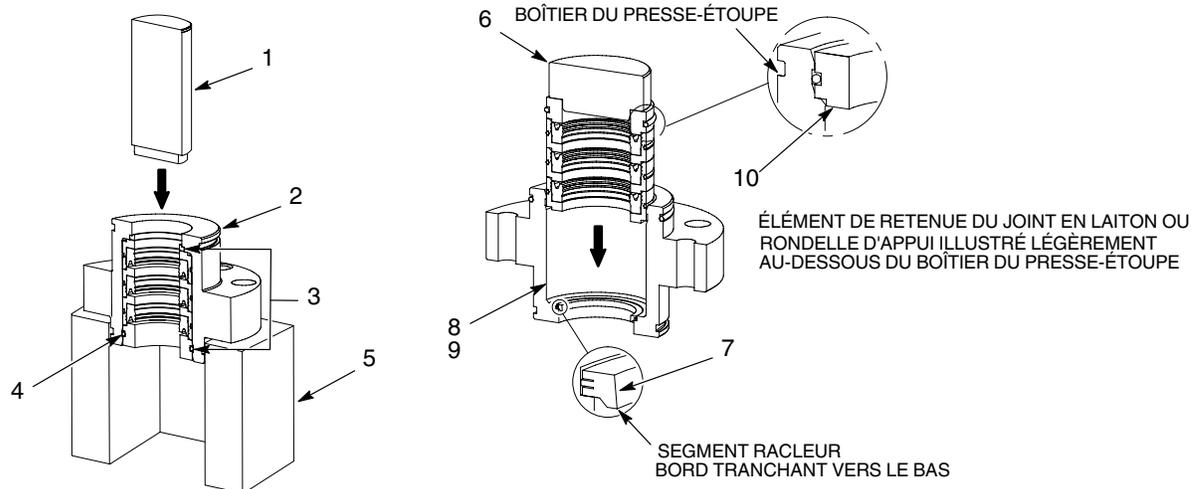

Figure 2 Remontage du presse-étoupe
Voir la figure 2.
1. Placer le boîtier du presse-étoupe (2) sur une platine de fixation (5) avec la coupelle à solvant dirigée vers le haut.
**REMARQUE :** La rainure de l'élément de retenue brisera le joint torique (4) pendant le démontage des pièces internes.
2. Insérer le mandrin d'extraction (1) dans le boîtier du presse-étoupe (2). Pousser les pièces internes (3) vers l'extérieur à l'aide de la presse.
3. Nettoyer soigneusement le boîtier du presse-étoupe (2) dans un solvant compatible pour éliminer toute trace de matériau d'étanchéité et les débris du joint torique.
4. Enduire l'alésage (8) du boîtier du presse-étoupe (2) de lubrifiant Mobil SHC 634 (9).
5. Insérer le segment racleur ou la bague de retenue (7), bord tranchant vers le bas, dans le boîtier du presse-étoupe (2).
6. Insérer les pièces internes neuves dans le boîtier du presse-étoupe (2) à l'aide de l'outil d'insertion (6) et de la presse. S'assurer que l'élément de retenue du joint en laiton ou la rondelle d'appui (10) est à fleur ou légèrement au-dessous du boîtier du presse-étoupe comme illustré dans la Figure 2.